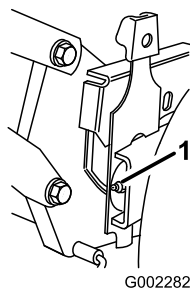

Figure 21
2. Essuyez les graisseurs avec un chiffon propre (Figure 21).
3. Raccordez une pompe à graisse à chaque graisseur et injectez deux ou trois jets de graisse universelle au lithium N° 2 (Figure 21).